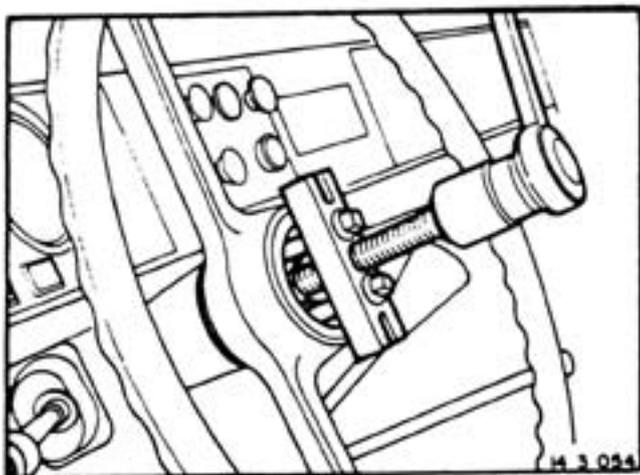

FIGURA 2
6. Retirar o volante (3), utilizando o extrator do volante de direção (código: 2692.805.227), conforme mostrado na figura 2.
7. Retirar a luva da coluna (4).
8. Remover o painel e desconectar a fiação elétrica da alavanca de sinalização (7).
10. Soltar parcialmente os parafusos (5) e deslocar a capa (6) no sentido dos parafusos (5), utilizando uma chave de fenda.
11. Remover a alavanca de sinalização (7) em conjunto com os parafusos (5) e a capa (6) da coluna da direção (30).